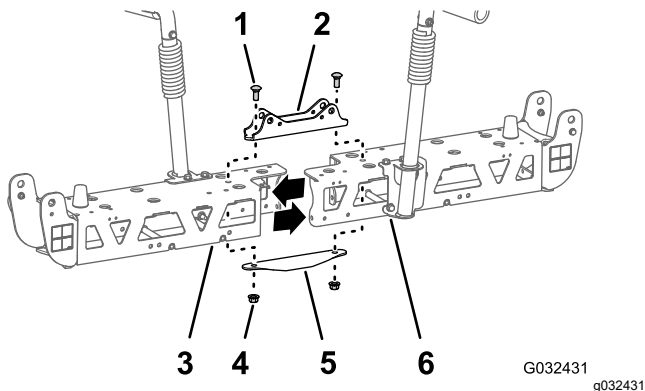

Рисунок 54
2. Удалите два каретных болта ($\frac{1}{2}$ x $1\frac{1}{4}$ дюйма) и две контргайки ($\frac{1}{2}$ дюйма), которые крепят узкое крепление цилиндра, левую и правую ферменные рамы и узкую соединительную пластину (Рисунок 54).